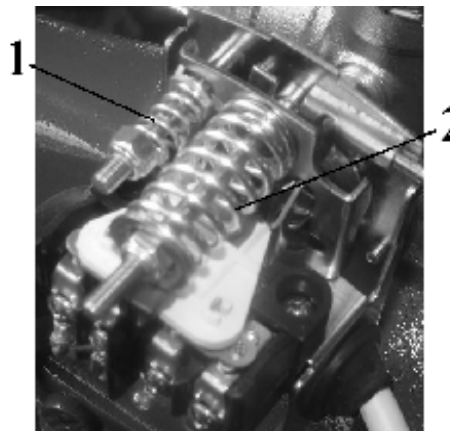

Рис. 3
– большая пружина 2 (включение), регулирует нижний уровень давления (см. Рис. 3):
– малая пружина 1 (выключение), регулирует верхний уровень давления (см. Рис.3)